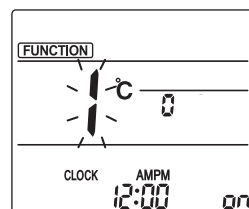

Fig. 1
- ① Går in i läge för manuell inställning av fläktblad Tryck på knappen . (Starta denna funktion när fjärrkontrollens display är släckt.) "FUNCTION" lyser och "1" blinkar. (Fig. 1) Tryck på knappen för att välja "2" och tryck därefter på knappen